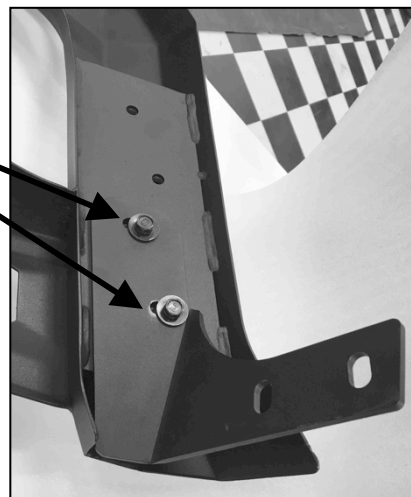

Fig. 5
5. Avec l'aide d'une autre personne, positionner le pare-buffle (2) trous plus bas sur les supports de fixation. +
6. Fixer le pare-buffle aux supports de fixation en utilisant les ensembles de boulons (4) inclus (**Figure 5**). Positionner les éléments, mais ne pas les serrer complètement pour l'instant.